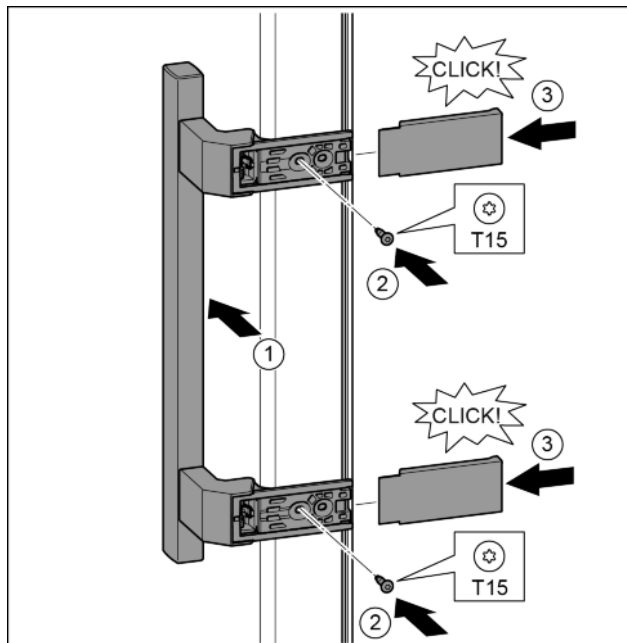

Fig. 17
- ▶ Встановіть ручку з протилежного боку. Fig. 17 (1)
- ▶ Закрутіть гвинти за допомогою викрутки T15. Fig. 17 (2)
- ▶ Встановіть кришки з боків та вставте їх. Fig. 17 (3)